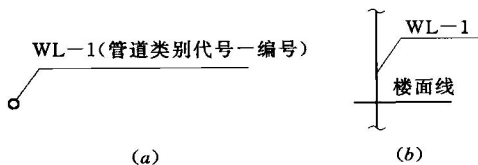

图 1.4 立管编号表示方法
2) 建筑物穿越楼层的立管,其数量超过 1 根时宜进行编号,编号宜按图 1.4 所示的方法表示。